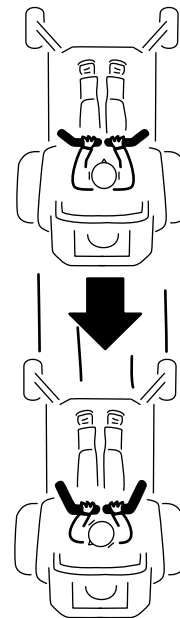

Bild 23
2. Ziehen Sie zum Rückwärtsfahren die Fahrtriebshebel langsam nach hinten (Bild 23).